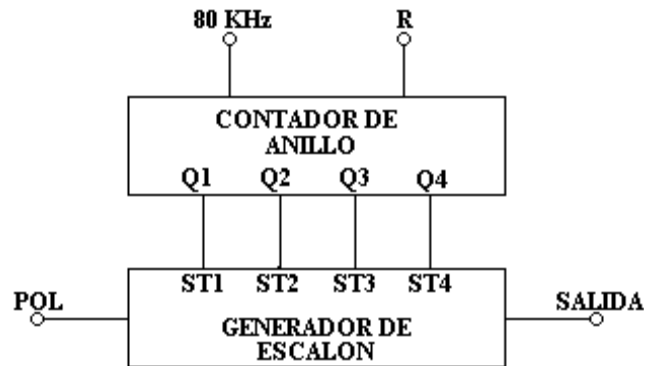

Figura 8.1
1. Arme el circuito de la figura 8.1 con la unidad COM-6C/1.